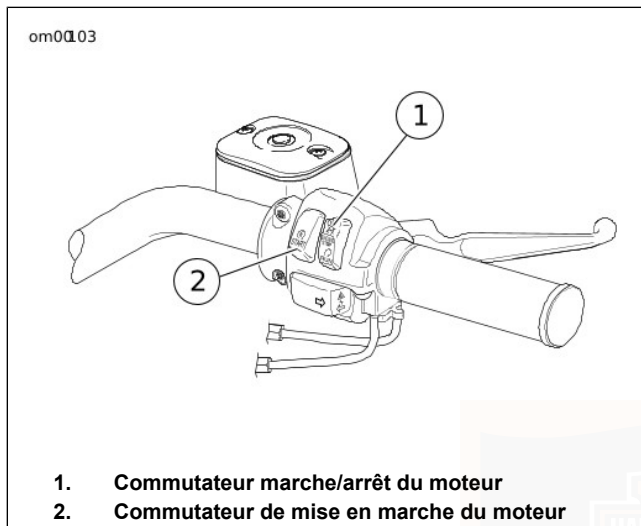

Figure 22. Commandes de droite du guidon
2. Voir Figure 22 . Basculer l'interrupteur OFF/RUN (marche/arrêt) sur la position RUN (marche).